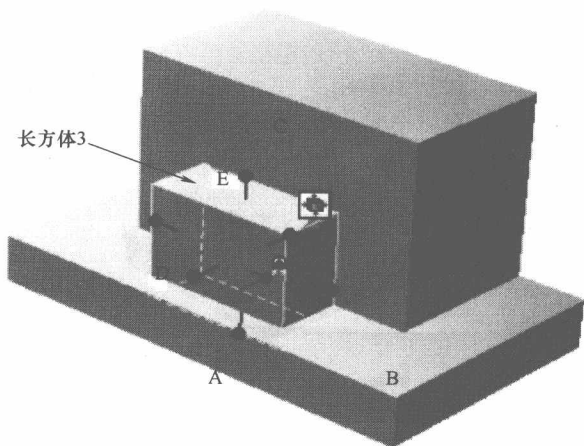

图 1-8
2) 按住“Shift”键并拖放面操作手柄 A, 使长方体 3 的面与图 1-8 所示表面 B 齐平 (当表面 B 呈绿色高亮显示时可达到齐平)。